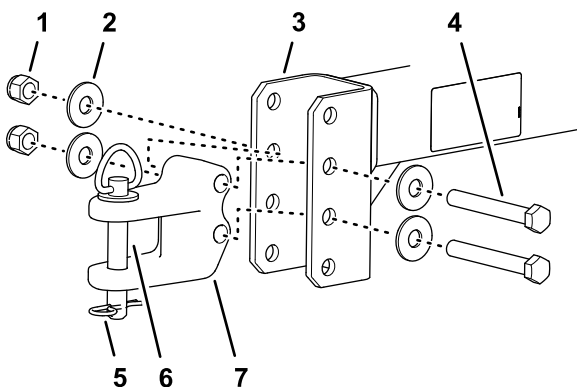

图5
1. 调整挂钩 U 形销相对于牵引杆的位置使牵引杆与主机的拉杆齐平图5。
2. 用 2 个平头螺丝、4 个垫圈和 2 个锁紧螺母将挂钩 U 形销安装到牵引杆上图5。
4. 用挂钩销和发卡销将挂钩固定至拉杆图5。